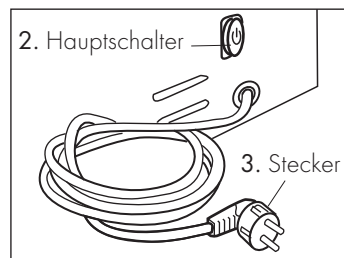

Fig. 1
Wenn das Gerät nicht benutzt wird, muss es über den Hauptschalter (2) ausgeschaltet und durch Ziehen des Steckers aus der Steckdose, vom Netz abgetrennt werden (Abb. 1).